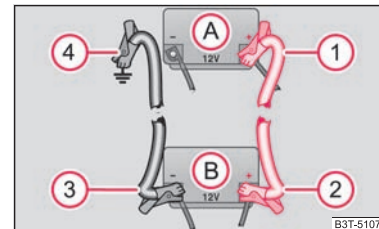

Abb. 201 Starthilfe mit der Batterie eines anderen Fahrzeugs: A – entladene Fahrzeugbatterie, B – stromgebende Batterie
- Befestigen Sie ein Ende **①** ⇒ Seite 245, Abb. 201 am Pluspol der entladenen Batterie **A** ⇒ Seite 245, Abb. 201.
- Befestigen Sie das andere Ende **②** am Pluspol der stromgebenden Batterie **B**.